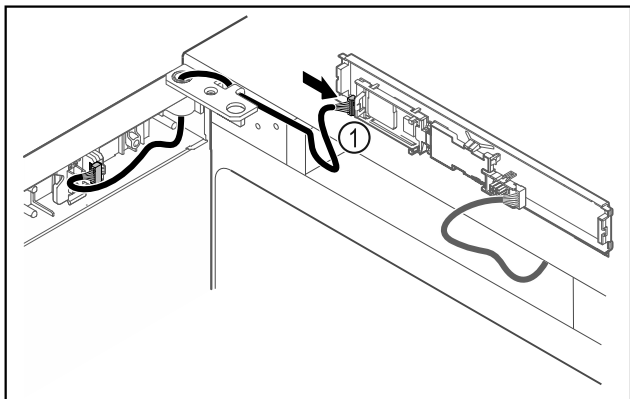

Fig. 41
- ▶ Wtyczkę Fig. 41 (1) należy podłączyć do płytki drukowanej.